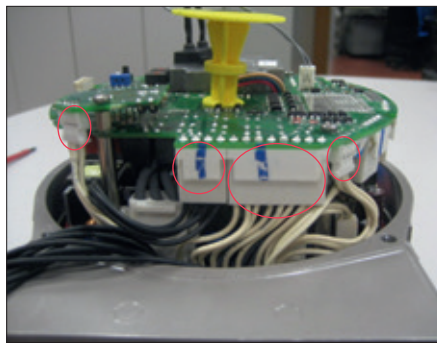

Abb. 27
- Ziehen Sie die folgenden Kabel ab (siehe Abbildung 27):